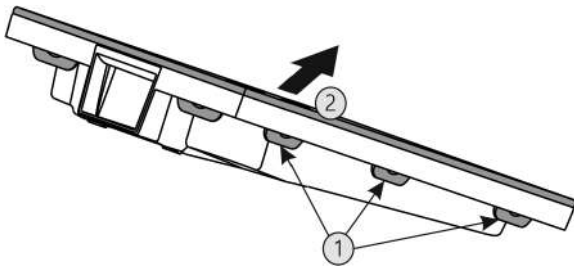

Fig. 42
- ▶ Alle Laschen Fig. 42 (1) nacheinander drücken und die Abdeckung Fig. 42 (2) entnehmen.